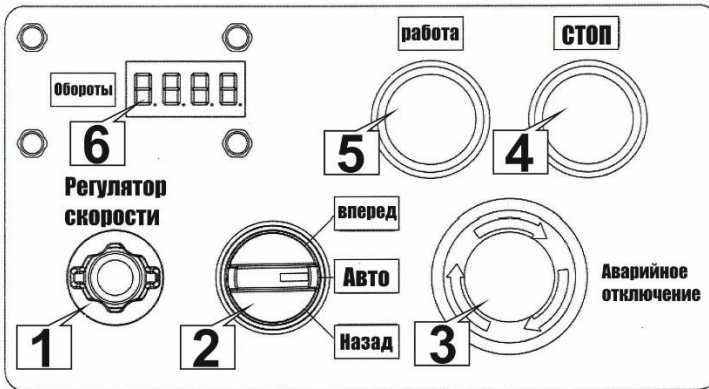
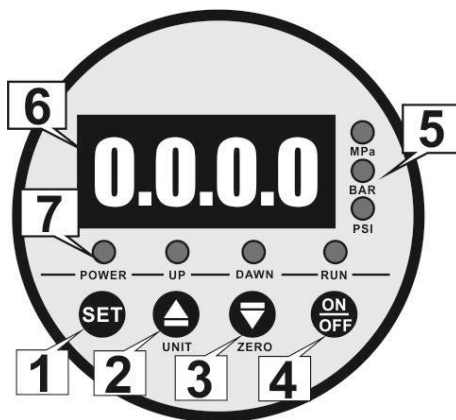

Рис.1
Рис.2
Направьте пистолет-распылитель в бункер, нажмите на курок и включите агрегат в режиме «вперед», установив трехпозиционный переключатель (№2 Рис.1) в соответствующее положение и повернув регулятор скорости (№1 Рис.1) на 1/3 по часовой стрелке.
5. Направьте распылитель в емкость для отходов и перекачайте мыльный раствор, оставив небольшое количество в бункере на столько, чтобы приводной винт находился в жидкости. Затем остановите агрегат, установив переключатель (№2 Рис.1) в режим «авто» и регулятор скорости (№1 Рис.1) против часовой стрелки до упора.
*Убедитесь, что кнопка «ON/OFF» (№4 Рис.2) находится в выключенном состоянии- сигнальная лампа «RUN» не горит.*
*Путем нажатия на кнопку «SET» (№1 Рис.1) последовательно выбирайте параметры минимального «DAWN» и максимального давления «UP». Выбранный параметр будет отображаться соответствующей сигнальной лампой. Регулировка значение параметра производится нажатием на кнопки (№2, №3 Рис.2).*
8. Для включения агрегата, установите трехпозиционный переключатель (№2 Рис.1) в режиме «авто»; поверните регулятор скорости (№1, Рис.1) по часовой стрелке; нажмите на кнопку «ON/OFF» (№4, Рис.2) – загорится соответствующая сигнальная лампа «RUN» (№7, Рис.2)